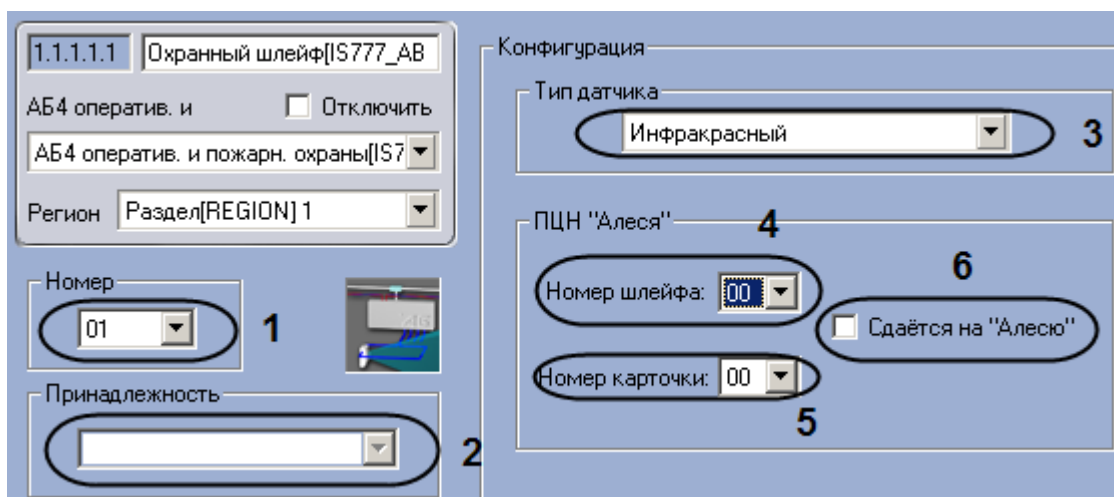

Рис. 3.7—18. Настройка охранного шлейфа
2. Из раскрывающегося списка **Номер** выбрать аппаратный адрес охранного шлейфа (см. Рис. 3.7—18, 1).
3. Из раскрывающегося списка **Принадлежность** выбрать объект **Зона охраны** или **Зона охраны и доступа**, к которому относится данный охранный шлейф (см. Рис. 3.7—18, 2).